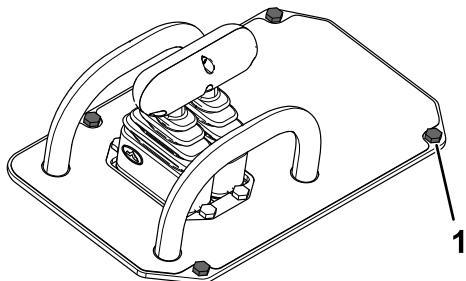

Bild 21
2. Entfernen Sie die vier Schrauben und Muttern, mit denen die Abdeckung des Armaturenbretts an der Maschine befestigt ist und bewahren Sie diese auf (Bild 21).